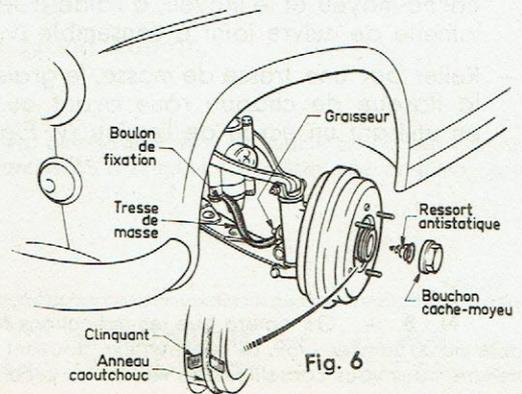

Fig. 6
- Mettre un ressort antistatique dans chaque cache-moyeu (Fig. 6).
- **Attention** - le cache-moyeu se trouve isolé du moyeu par un anneau de caoutchouc, il y a lieu, lors de la mise en place des ressorts antistatiques d'établir un contact entre le bouchon cache-moyeu et le moyeu, à l'aide d'une petite lamelle de cuivre joint à l'ensemble (v. Fig. 6).
- Relier par une tresse de masse, le graisseur de la flasque de chaque roue avant au châssis en utilisant un écrou de l'essieu (v. Fig. 6).